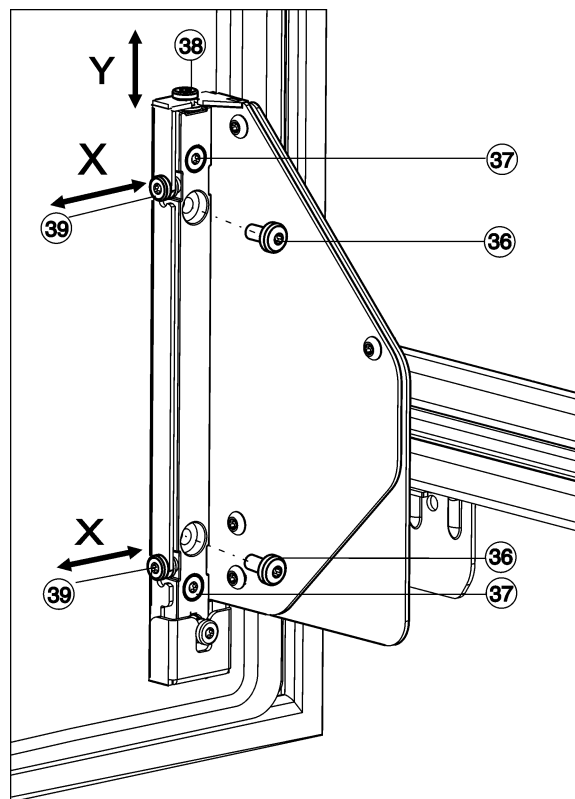

Fig. 27
- ▶ Vijake Fig. 27 (36) v celoti izvijte.
- ▷ Vijake Fig. 27 (36) vrzite med odpadke, ker niso več potrebni.
- ▶ Vijake Fig. 27 (37) odvijte s samo 1 do 2 obratoma.
- ▶ Zavrtite vijak za nastavljanje (38). V smeri urinega kazalca: vrata se premaknejo največ 4 mm navzgor. V nasprotno smer urinega kazalca: vrata se premaknejo največ 2 mm navzdol.
- ▶ Ponovno zategnite vse vijake Fig. 27 (37).
- ▶ Če so vijaki Fig. 27 (36) še priviti, jih v celoti izvijte.
- ▶ Vijake za nastavljanje Fig. 27 (39) zamaknite glede na želeno stransko smer nastavitve.
- ▶ Ko končate s stransko nastavitvijo, ponovno zategnite vijake Fig. 27 (37).